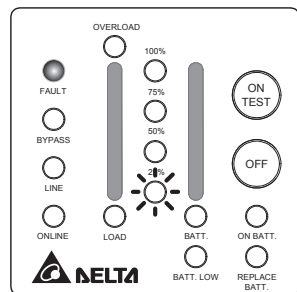

Рис. 3-17. Занижение напряжения шины
- Слишком низкое или слишком высокое напряжение шины постоянного тока ИБП приводит к так называемому **занижению напряжения шины/перегрузке по напряжению шины** (см. рис. 3-17 и 3-18).